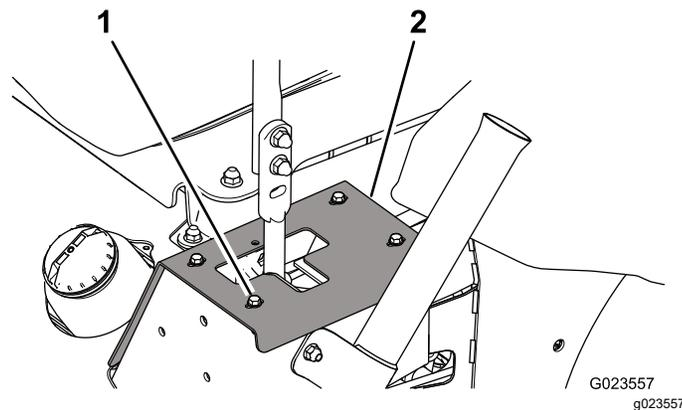

Рисунок 61
2. Чтобы получить доступ к монтажным болтам демпфера, выверните болты крепления упорных пластин к раме (**Рисунок 61**).